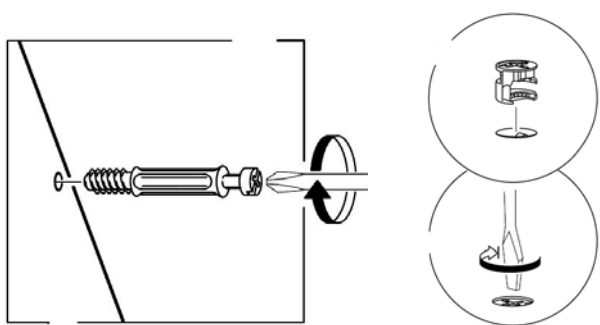

Рис. 1
1. В горизонтальный щит (5), боковые стенки (2), (3), перегородку (4), планку заднюю (8) в имеющиеся отверстия установить эксцентрики таким образом, чтобы стрелка была повернута в сторону отверстия в торце.
В установленные муфты эксцентриковых стяжек на боковых стенках (2), (3), перегородке (4), крышке (1), вернуть дюбели DU 644, в соседние отверстия установить шканты (рис.1). Установить шканты в торцевые отверстия на длинной стороне планки задней (8).
2. Установить монтажные планки петель на боковые стенки (2), (3) с помощью шурупов 3,5x13мм.